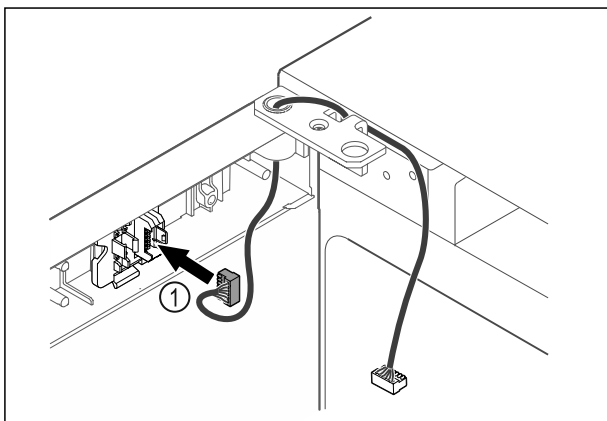

Fig. 59
- ▶ Вставьте штекер Fig. 59 (1) в держатель.